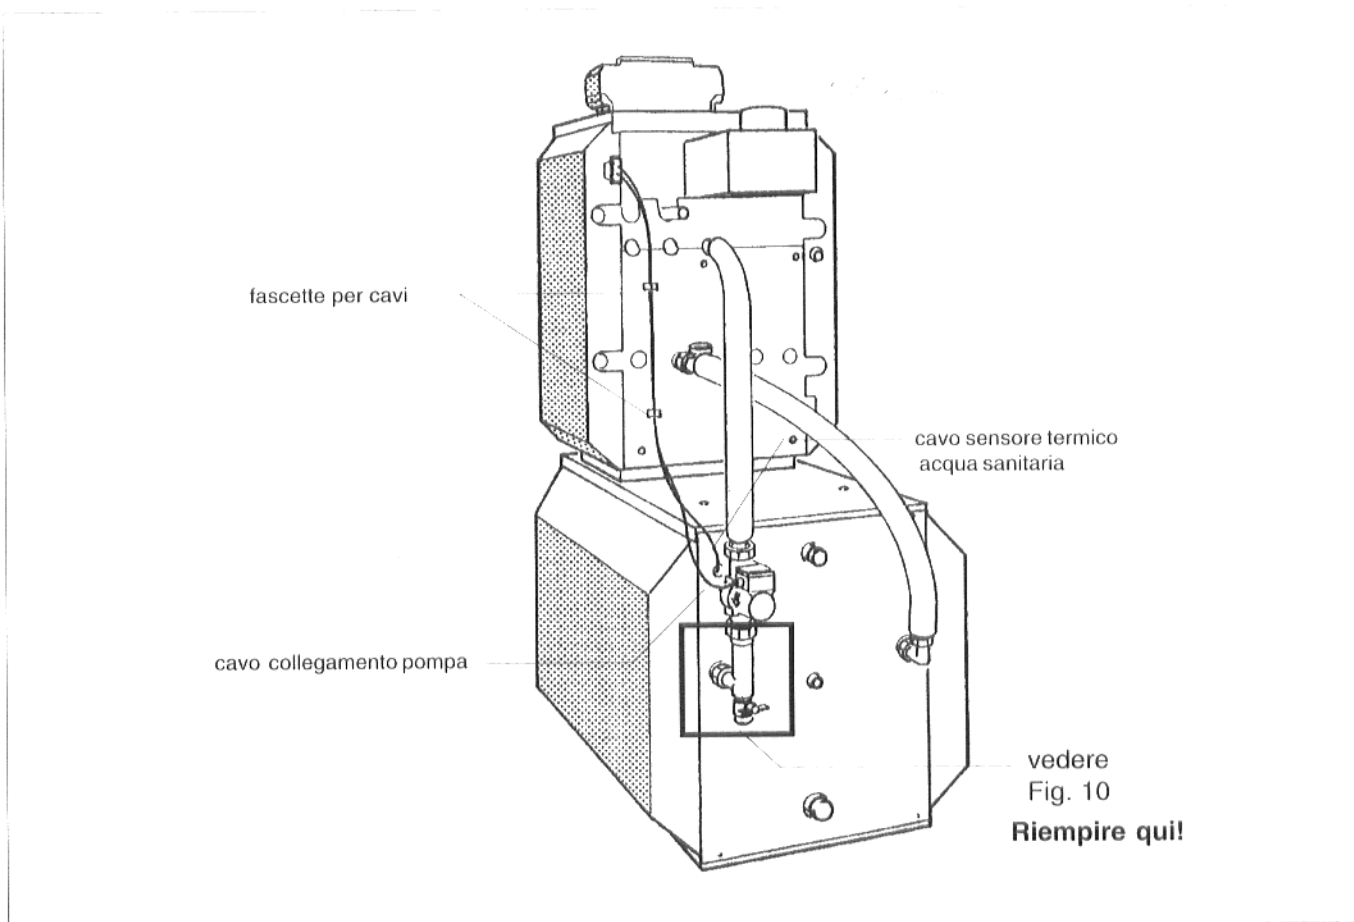

Fig. 9: Vista posteriore a montaggio finito
- Posare con accuratezza i cavi per la sonda temperatura acqua sanitaria ed i cavi di collegamento della pompa (Istruzioni di montaggio caldaia opp. accumulatore; Fig. 9).